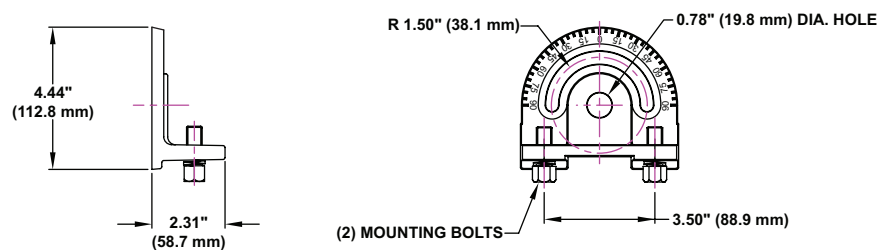

Figure 4: Support de montage à bras croisés (P/N: G-AM-8-CA)
1. Fixez le luminaire avec son étrier sur le support de montage à bras croisés à l'aide de deux boulons de montage de 1/2 pouce (12,7 mm) (fournis) et de deux rondelles de blocage de 1/2 pouce (12,7 mm) (fournies). Voir Figures 4 et 5.
- Fixez le luminaire avec son étrier sur le support de montage à bras croisés à l'aide de deux boulons de 1/2 pouce (12,7 mm) (fournis) et de deux rondelles de blocage de 1/2 pouce (12,7 mm) (fournies). Voir Figures 4 et 5.